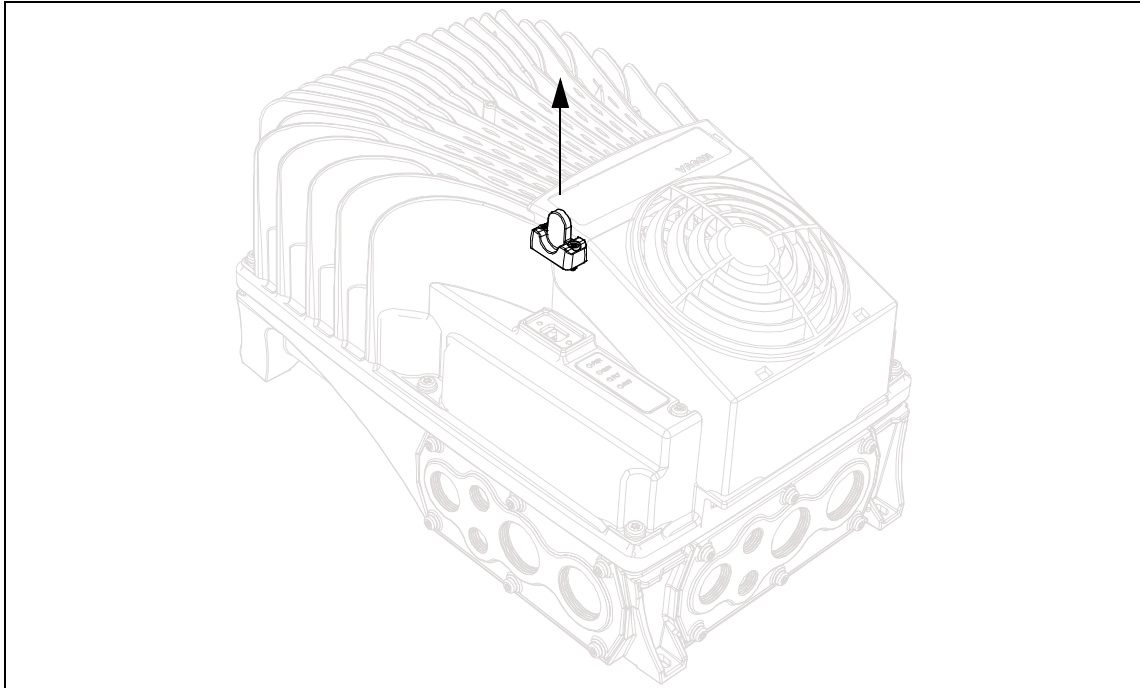

Рисунок 53. Снятие крышки HMI с преобразователя.
- Снимите крышку HMI с преобразователя, как показано на Рис. 53.